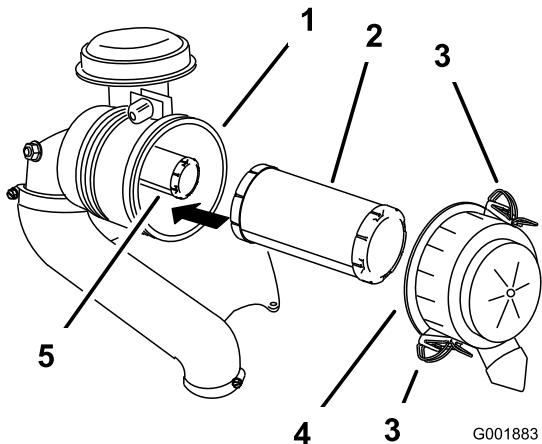

Figura 26
3. Liberte os trincos do filtro de ar e puxe a tampa para fora do corpo do filtro (Figura 26).
5. Deslize suavemente o filtro principal para fora do corpo do filtro (Figura 26).
2. Se substituir o filtro de segurança, empurre-o com cuidado para o corpo do filtro (Figura 26).
3. Deslize cuidadosamente o filtro principal sobre o filtro de segurança (Figura 26).
4. Instale a tampa do filtro de ar com o lado indicado como **up** virado para cima e aperte os trincos (Figura 26).